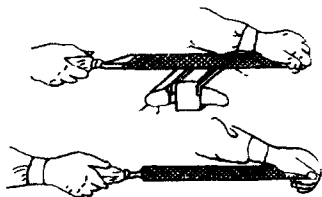

图 1-2 大型锉刀握持法
①大方锉与大平锉的握法:用右手握住锉刀柄,使拇指在柄上指向前方,其它四指卷于柄下,左手横握锉尖,拇指在上,其它四指卷于尖端下面,见图 1-2。